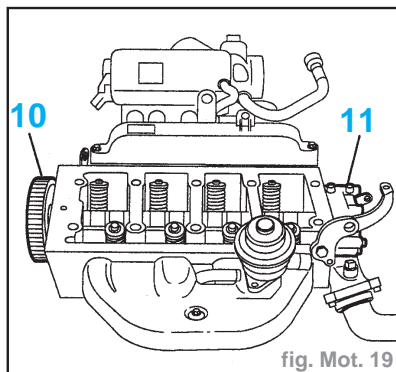

fig. Mot. 19
- Déposer (fig. Mot. 19) :
- le pignon d'arbre à cames (10)
- le boîtier de sortie d'eau (11)